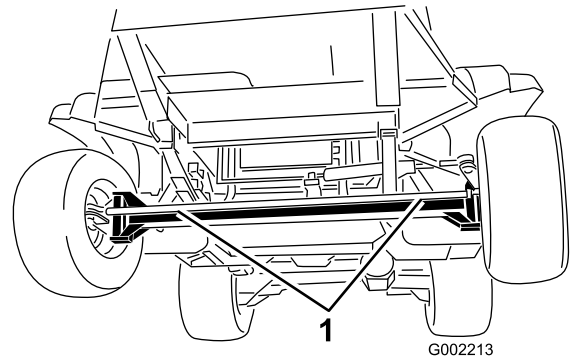
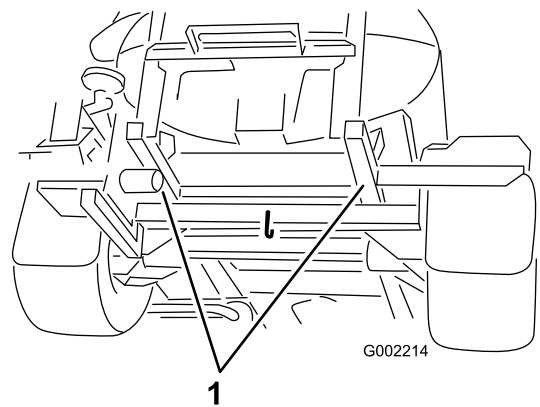

Figure 49
Figure 50
4. Accrochez un câble de remorquage au cadre ; voir les points de remorquage avant et arrière (Figure 49 et Figure 50).